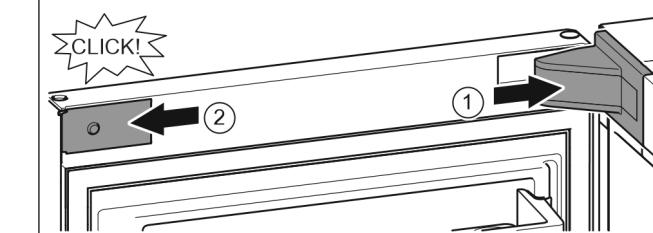

Fig. 20
- Așezați apărătoarea suporturilor de lagăr și fixați-o în poziție, după caz, desfaceți-o prin apăsare cu precauție. Fig. 20 (1)
- Aplicați și fixați în poziție masca. Fig. 20 (2)